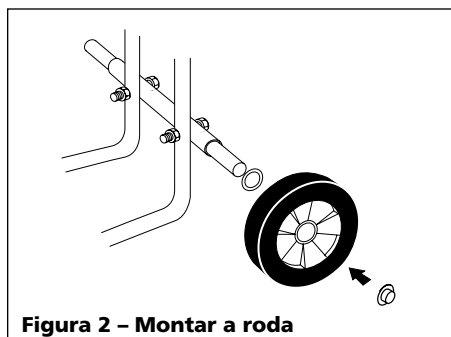

Figura 2 - Montar a roda
3. Colocar uma anilha de D.I. 5/8" e uma roda em cada extremo do eixo. Usando um martelo, bater uma porca em cada extremo do eixo para fixar as rodas (ver Figura 2).